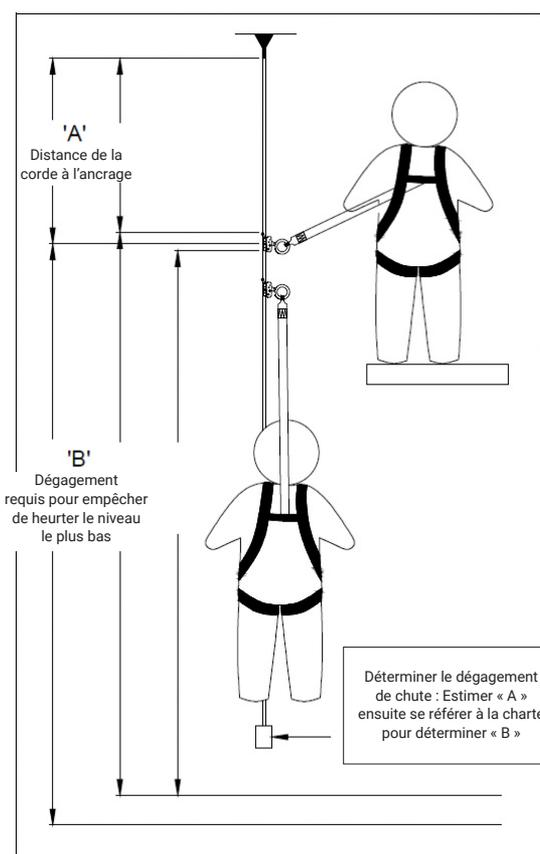

Figure 6 – Dégagement de chute
- e **DÉGAGEMENT EN CAS DE CHUTE:** Assurez-vous qu'il existe suffisamment d'espace libre pour éviter de heurter un objet (Figure 6). Le dégagement requis DOIT être déterminé AVANT CHAQUE UTILISATION DU COULISSEAU D'ARRÊT HiiGard.